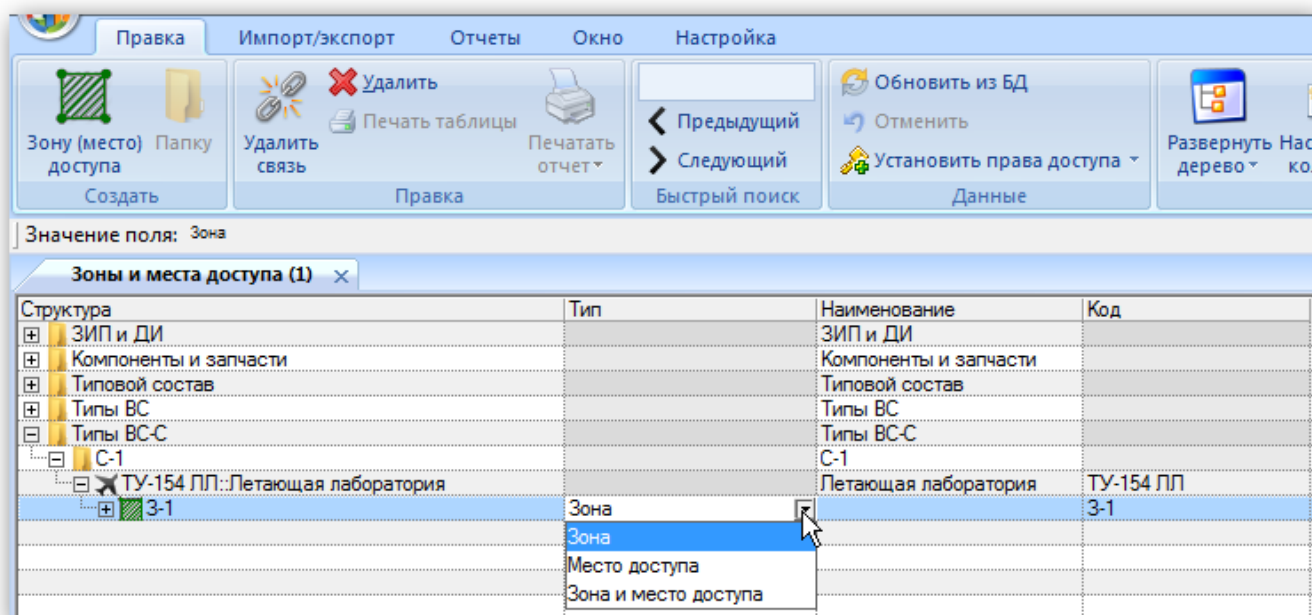

Рис. 10-120 – Рабочее окно «Зоны и места доступа» поле Тип
- 2) Для создания зоны выбрать финальное изделие и нажать кнопку «Зону (место) доступа» панели «Создать» (рис. 10-120).